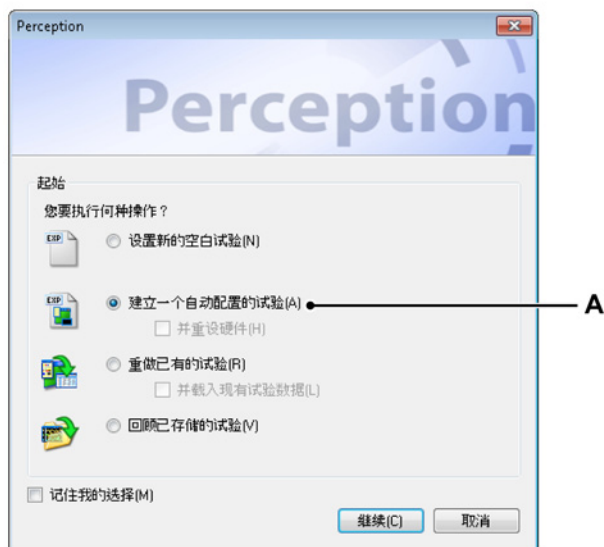

图 3.2: Perception 工作对话框
- 3 Perception 会继续启动。若要继续，Perception 会询问执行哪项工作（见图 3.2）：